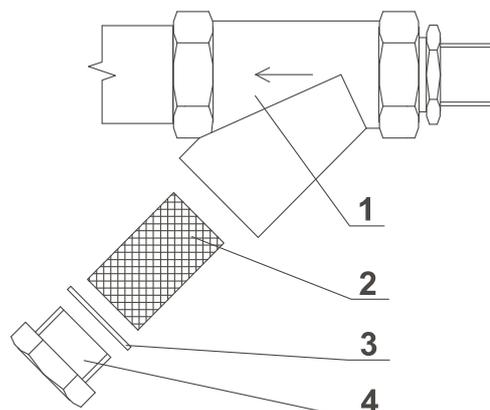

Fig. 9.10.
2. Destornille el tapón del filtro (fig. 9.10., pos.4) y saque el tamiz del filtro (2).
4. Vuelva a introducir el tamiz (2) y la empaquetadura (3) en el cuerpo del filtro (1) y apriete la tuerca tapón (4).